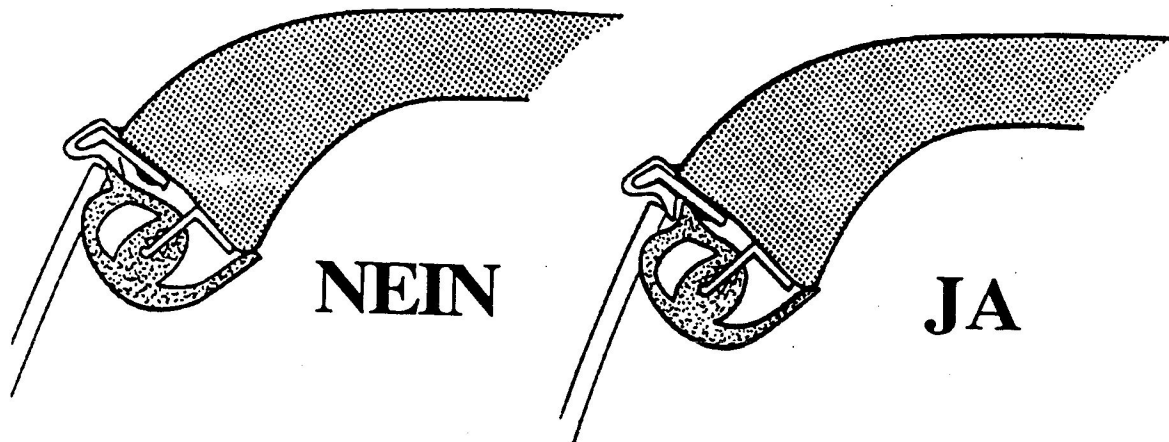

Abb. 7
- Prüfen, daß die Dichtungslippe der Regenleisten korrekt positioniert ist (Abb. 7).